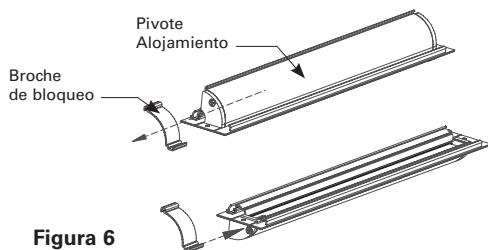

Figura 6
- Si la luminaria se montará en la pared, primero afloje los tornillos de fijación que se encuentran en la parte trasera del alojamiento pivote. Luego quite el broche de bloqueo deslizando hasta el extremo del alojamiento pivote (Ver la figura 6). Gire el alojamiento pivote 90 grados y luego vuelva a colocar el broche de bloqueo. Ajuste los tornillos de fijación.